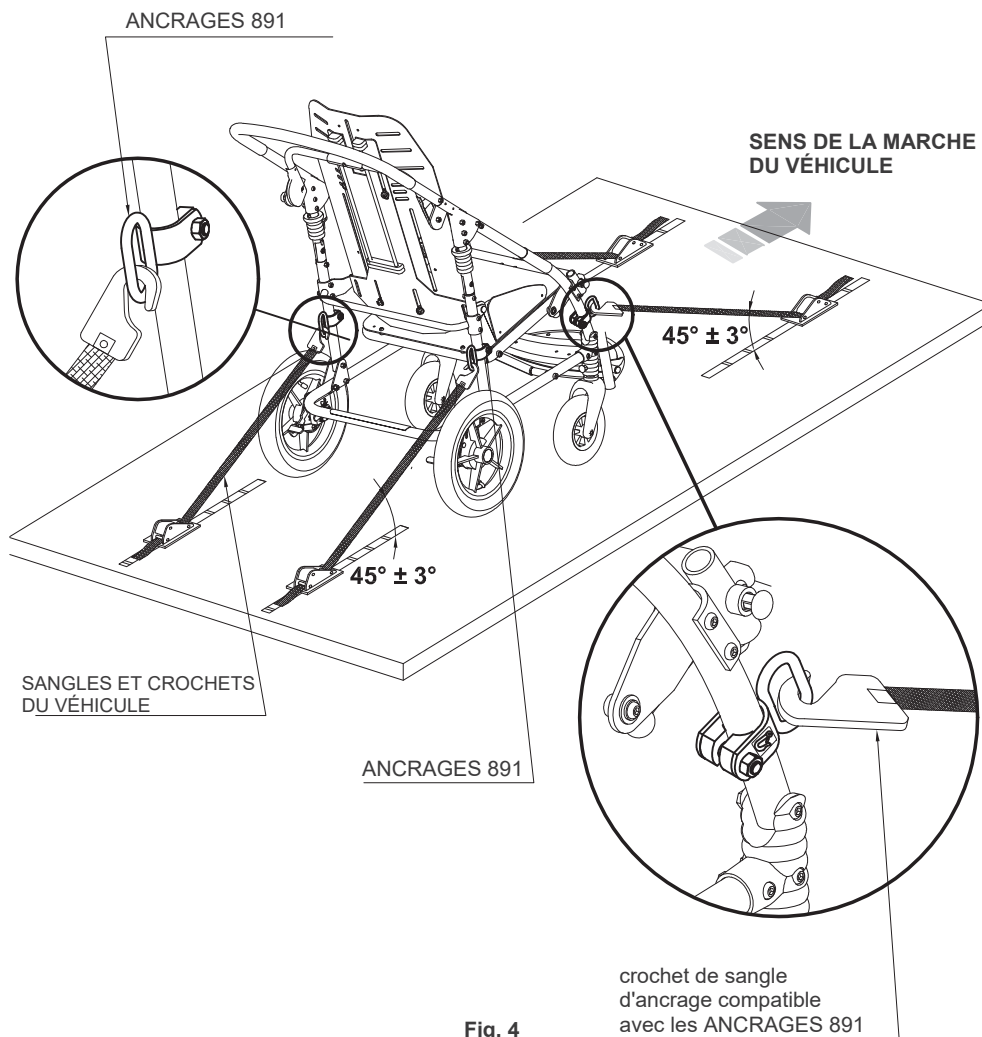

**Fig. 3**
- **LA POUSSETTE DOIT ÊTRE ANCRÉE AU VÉHICULE AVEC LE DOSSIER ET L'APPUI-JAMBES EN POSITION VERTICALE par le biais de :** 1) un système de ceintures d'ancrage à 4 points conforme à la norme SAE J2249 ou ISO 10542-2 fourni avec le véhicule (v. fig.4 page 12) et 2) l'accessoire 891 – ANCRAGES (4 anneaux) (v. fig 1 et 2 page 10, fig. 3 page 11 et fig.4 page12)